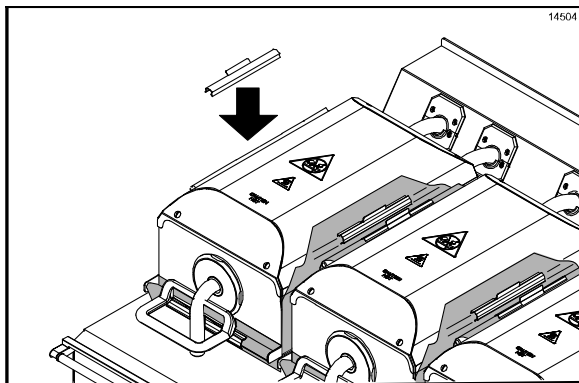

Figure 116
7. Réinstaller les feuilles de protection (Cf. Figure 116).